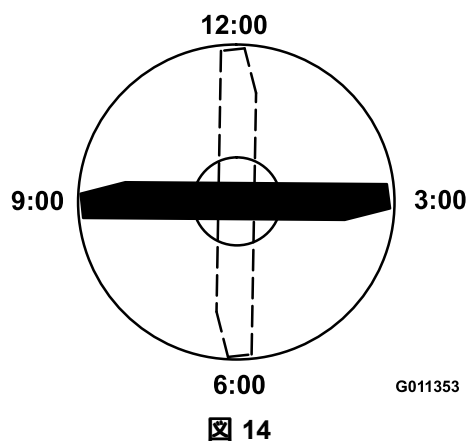

図 14
- ブレードの印の付いているほうの端部を12時の位置車両進行方向に向け 図 14、作業台の表面からブレードの切っ先までの高さを測定する。
- 印の付いている端部を3時の位置と9時の位置に向けて 図 14それぞれ高さを測定する。